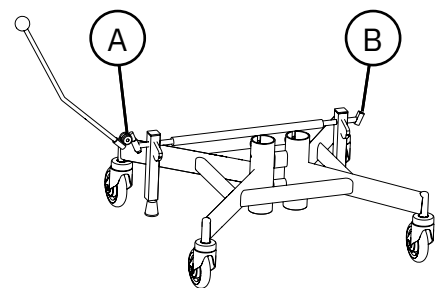

Abb. 5.16. Bremshebel.
Der Bremshebel kann auf der rechten (A) oder linken (B) Seite des Rahmens montiert werden, siehe Abb. 5.16.